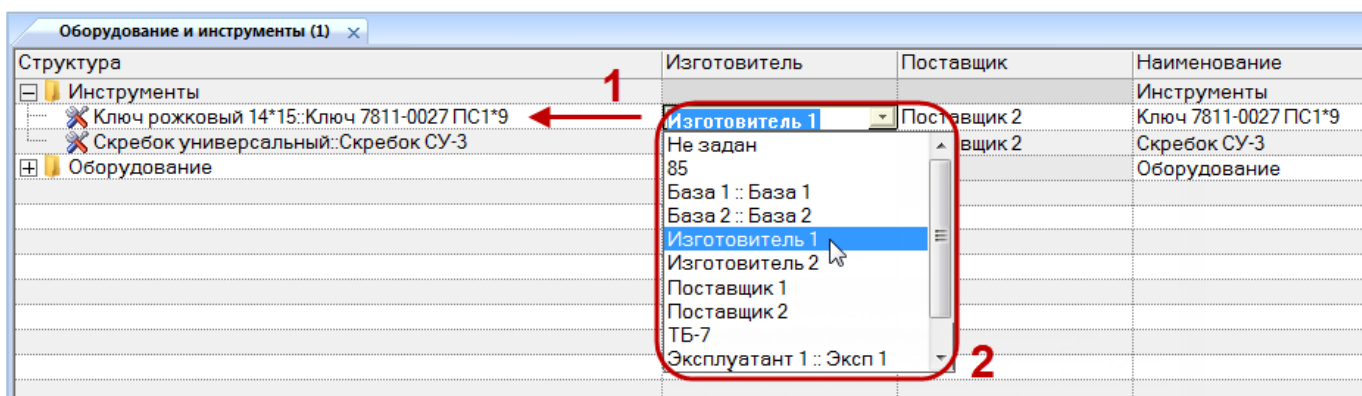

Рис. 9-83 – Выбрать организацию из списка
2) Выбрать оборудование или инструмент в рабочем окне «Оборудование и инструменты» (1 на рис. 9-83).
3) Раскрыть список в поле «Изготовитель» или «Поставщик» и выбрать организацию (2 на рис. 9-83).